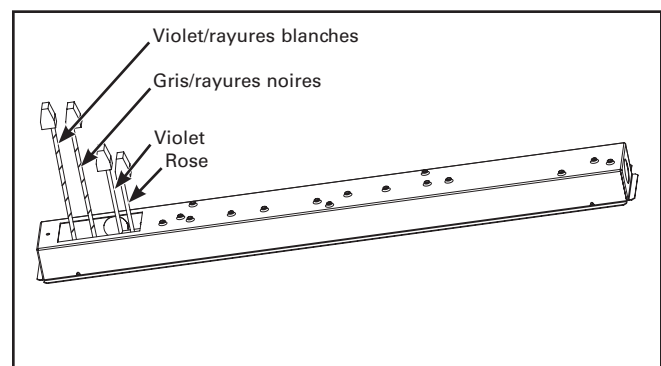

Figure 2.
2. Repérer les quatre fils de contrôle dotés d'écrous capuchons (violet, Rose, violet/rayures blanches, gris/rayures noires). (Figure 2.)
3. Utiliser les écrous capuchons fournis pour raccorder les fils d'entrée violets et gris de 0 à 10 V de la gradation aux fils violets et gris correspondants du luminaire. (Figure 2.)
4. Utiliser les écrous capuchons fournis pour connecter les fils d'entrée de 0 à 10 V de la TC aux fils violets/rayures blanches et gris/rayures noires du luminaire. (Figure 2.)